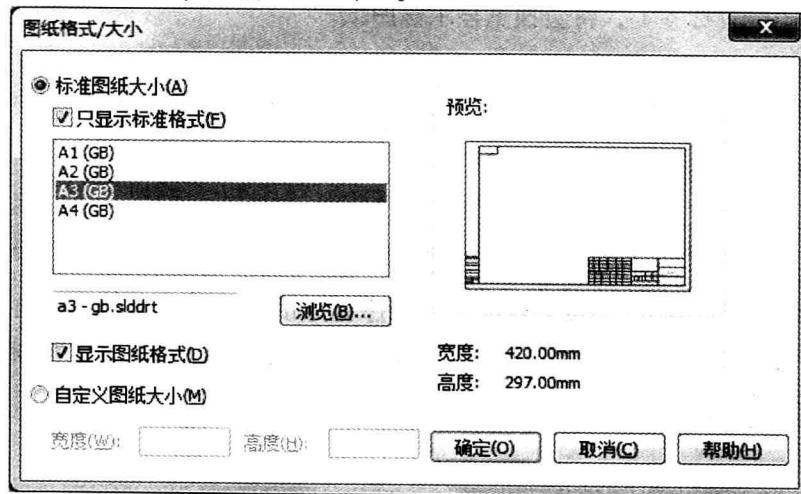

图 1-11 创建新的工程图
创建一个新的工程图文件，选择【标准图纸大小】，勾选【只显示标准格式】选项，选择【A3 (GB)】标准的图纸格式，如图 1-11 所示。